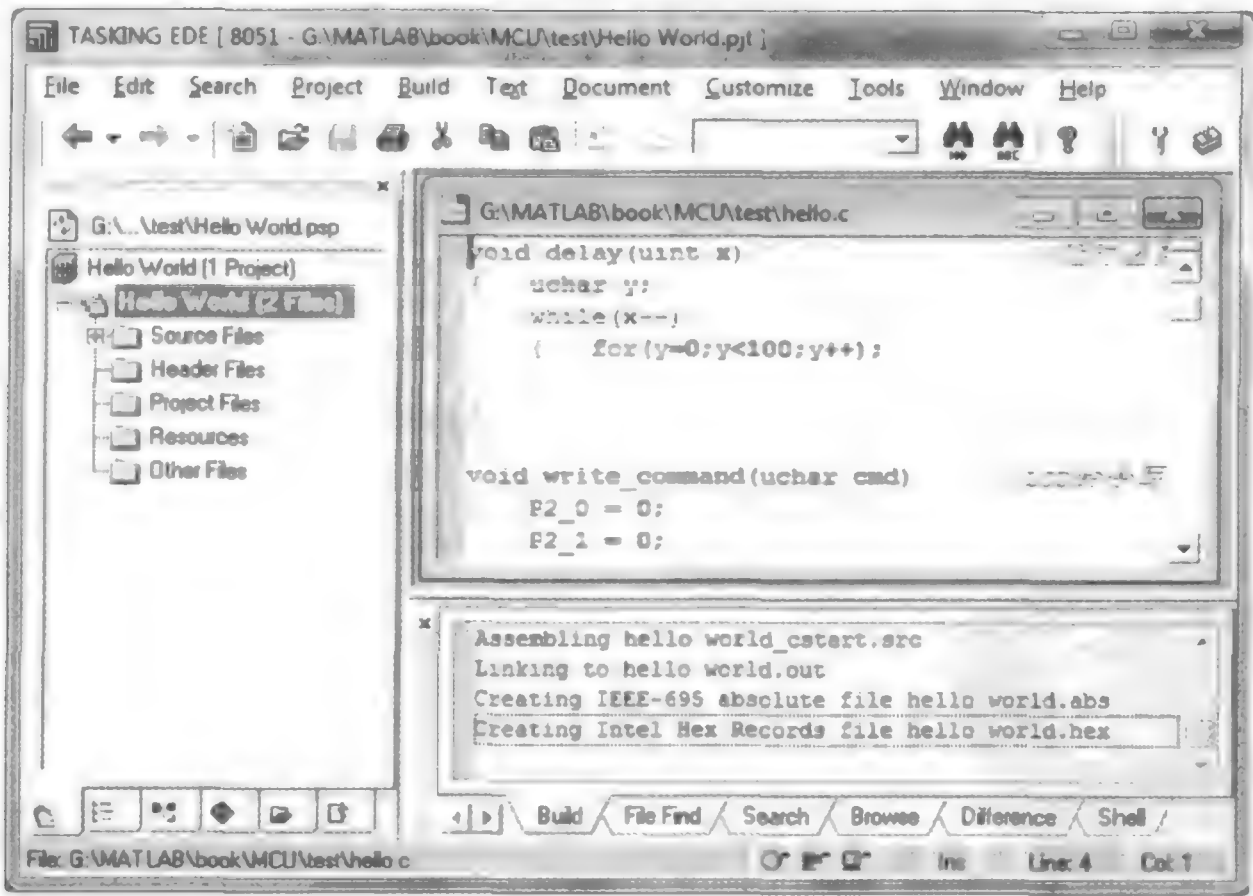

图 5.3.15 编译生成 HEX 文件
(6) 单击工具栏按钮编译工程,窗口下部的信息显示已成功生成 HEX 文件,如图 5.3.15所示。